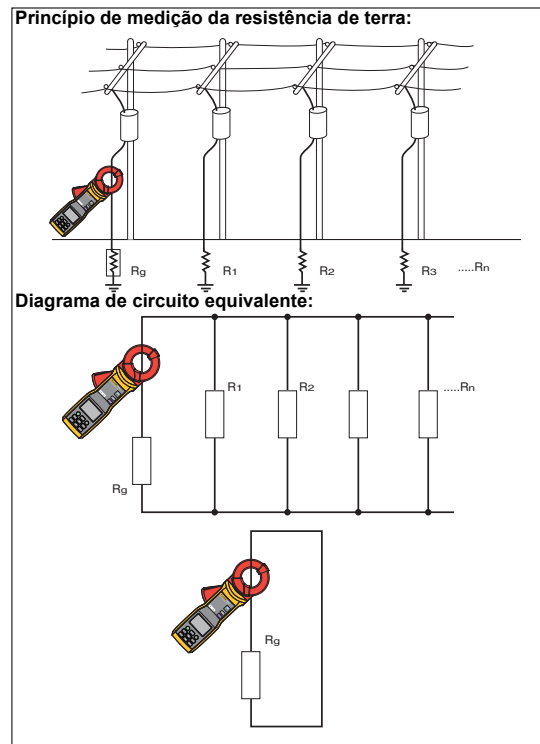

Figura 8. Princípios de medição da resistência de terra
5. Faça a leitura de R_g (resistência de terra) no visor. A figura 8 apresenta os princípios da medição de resistência de terra.